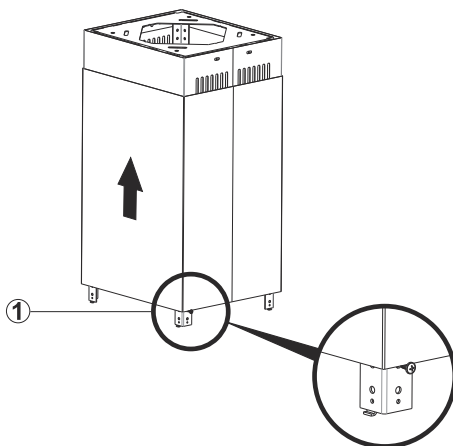

Fig. 8
1. ➤ Skub nu skorstenene over stængerne (Fig. 8).
2. ➤ Skru et stk 3,5 x 9,5 skrue (1) halvvejs ind på siden af et af stængerne, du kan nu sætte skorstenene på skruen for at montere dem senere (Fig. 8).